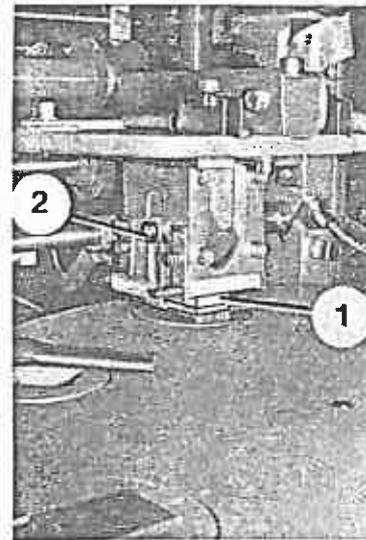

Bild 125
5. Folienabstreifer (Bild 125/1) so einstellen, daß bei eingestoßener Hülle im Revolvvertisch die Abstreiferunterkante ca. 1 mm über der Hüllenkante steht. Zum Einstellen Befestigungsschraube (Bild 125/2) lösen, Folienabstreifer entsprechend versetzen und Befestigungsschraube wieder festziehen.